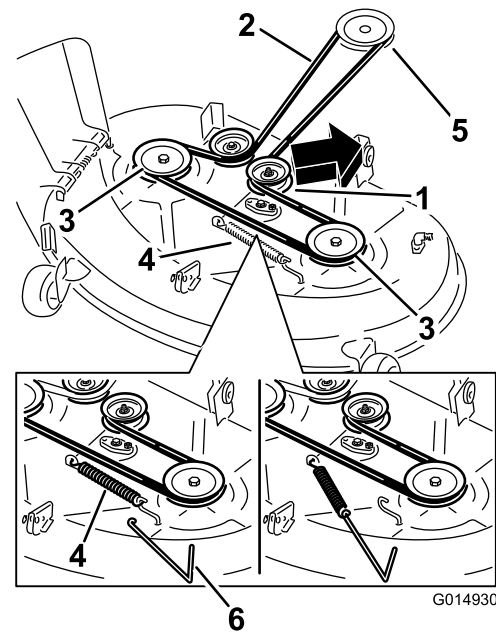
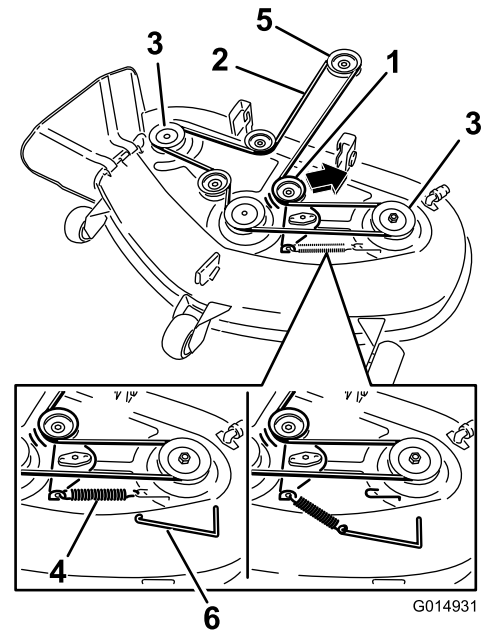

Figura 61
Figura 62
4. Usando una herramienta para la retirada de muelles (Pieza Toro N° 92-5771), retire el muelle tensor del gancho de la carcasa para eliminar la tensión de la polea tensora, y retire la correa de las poleas (Figura 61 y Figura 62).
5. Pase la correa nueva alrededor de las poleas del motor y del cortacésped (Figura 62).
6. Usando una herramienta para la retirada de muelles (Pieza Toro N° 92-5771), instale el muelle tensor sobre el gancho de la carcasa y tense la polea tensora y la correa (Figura 61 y Figura 62).